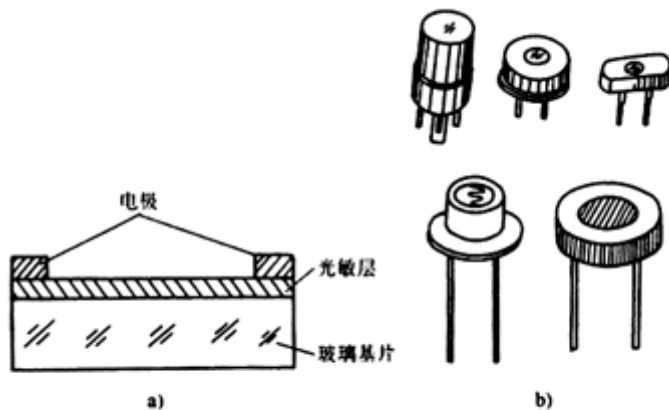

图 1-26 光敏电阻器的结构及外形
1. 光敏电阻器的结构与特性 光敏电阻器通常由光敏层、玻璃基片（或树脂防潮膜）和电极等组成，如图 1-26 所示。